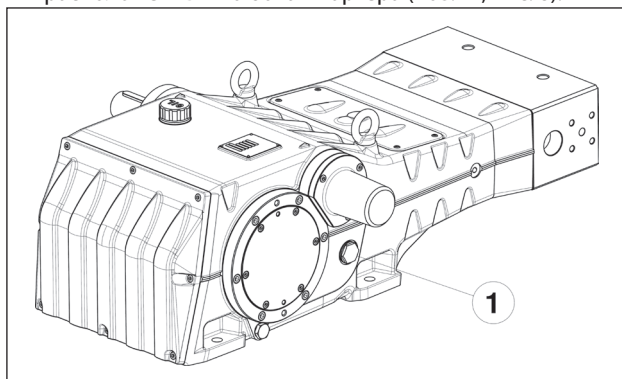

Рис. 8
- Масло находится на нужном уровне при проверке с помощью специальных индикаторов уровня, расположенных по бокам картера (поз. ①, Рис. 8).